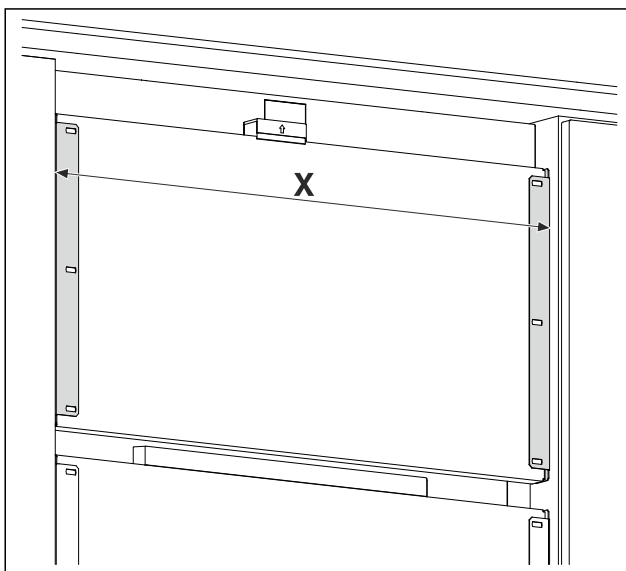

Fig. 17 Voorbeeldweergave
- ▶ Afstand Fig. 17 (X) tussen de buitenkanten van de bevestigingsbeugel meten.